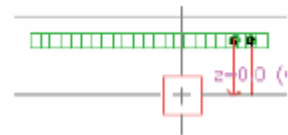

Рис. 2.1-2
4. зарисуйте трубопровод в пол (рис. 2.1-2)